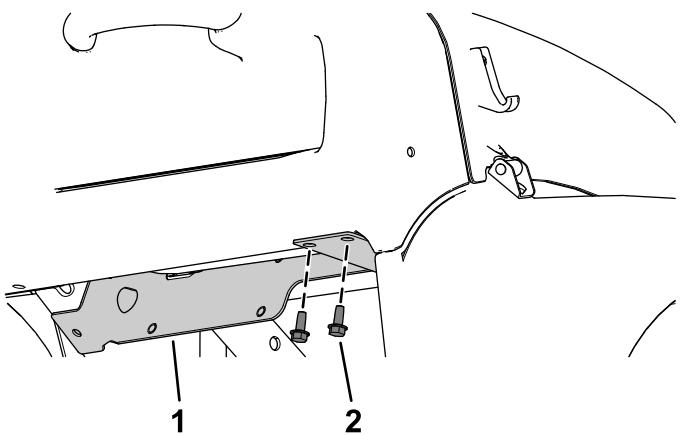

Figure 25
- B. Fixez le côté droit du support du chauffage à la planche de bord avec les 2 vis ($5/16" \times 3/4"$) retirées précédemment, comme montré à la Figure 25.